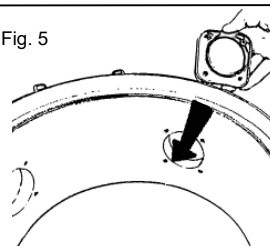

Fig. 5
4. Placez la prise pour tuyau d'aspiration dans le nouvel orifice. N.B. ! La prise porte la mention « UP » (haut). Assurez-vous de la positionner en respectant cette orientation. Fixez la prise pour tuyau d'aspiration en insérant puis en serrant les quatre vis, fig. 5.